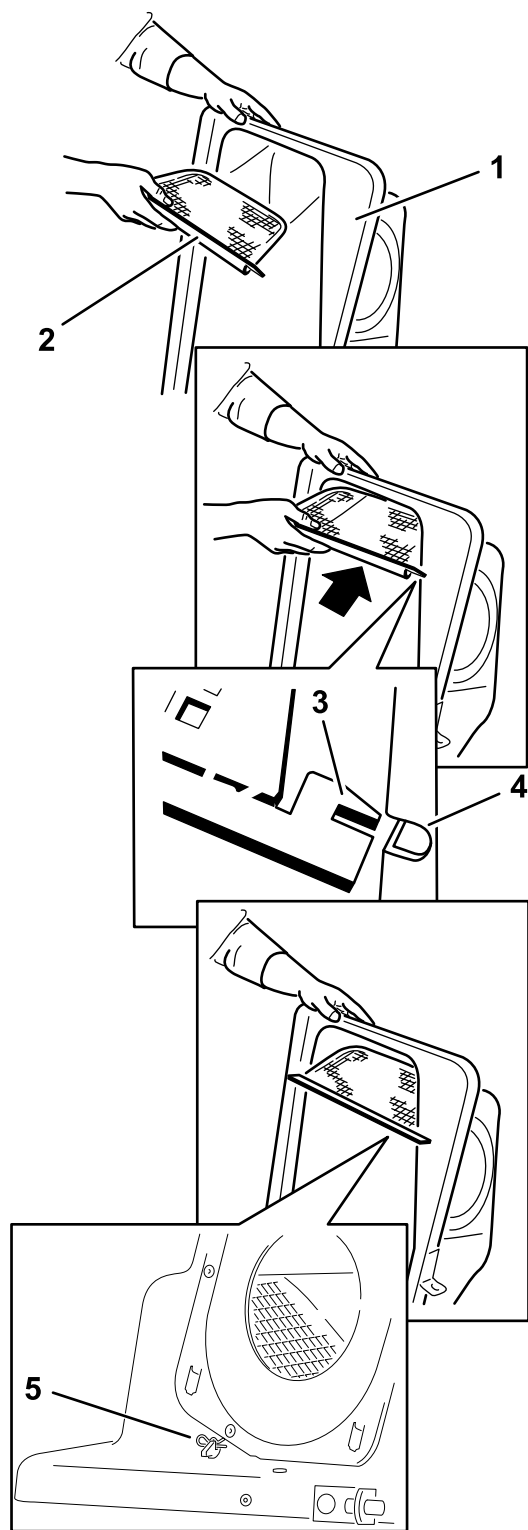

Figura 19
2. Instalati ecranul aa cum se arată în Figura 19 i asigurați-vă că este înclinat în jos, spre sacii pentru colectare.